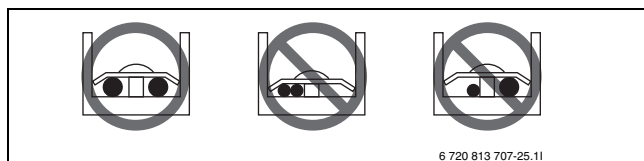

Fig. 28
- Per il collegamento di cavi conduttori di uguale intensità vedere l'immagine (→fig. 28).